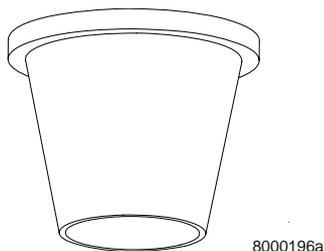

图 5: 8 检查消化管接头上的划伤和裂纹
3. 检查消化管接头的内部和外部是否有刮伤和裂纹，见图 5: 8。同时检查橡皮是否硬化。如果必要更换消化管接头。